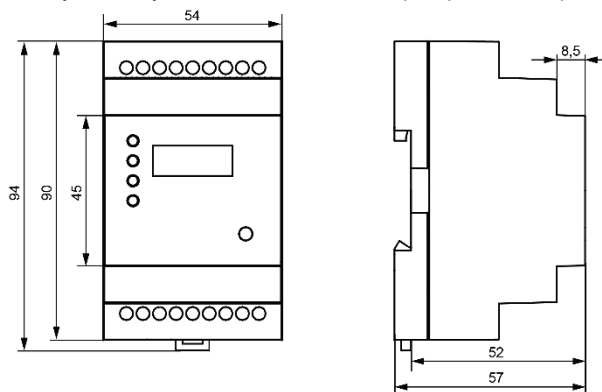

Рисунок 1 – Габаритні розміри пристрою
1. Підготувати місце на DIN-рейці для установалення пристрою (див. *рисунок 1*).